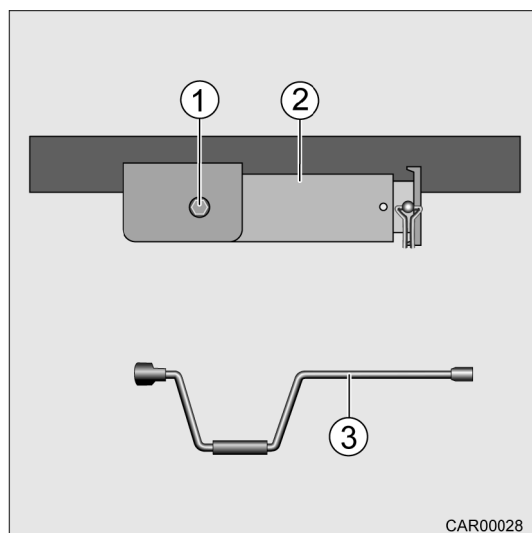

Fig. 37 Béquille arrière à manivelle châssis Alko
1. Enficher la manivelle (Fig. 37/3) sur l'écrou hexagonal (Fig. 37/1) et la tourner jusqu'à ce que la béquille arrière à manivelle (Fig. 37/2) pivote vers le bas.
2. Continuer à tourner la manivelle (Fig. 37/3) jusqu'à ce que la béquille arrière à manivelle (Fig. 37/2) soit à la verticale.
7. Tourner la manivelle (Fig. 37/3) jusqu'à ce que la béquille arrière à manivelle (Fig. 37/2) soit complètement en contact avec le sol.
1. Enficher la manivelle (Fig. 37/3) sur l'écrou hexagonal (Fig. 37/1) et la tourner jusqu'à ce que la béquille arrière à manivelle (Fig. 37/2) ne touche plus le sol.
6. Tourner la manivelle (Fig. 37/3) jusqu'à ce que la béquille arrière à manivelle (Fig. 37/2) soit complètement rentrée.